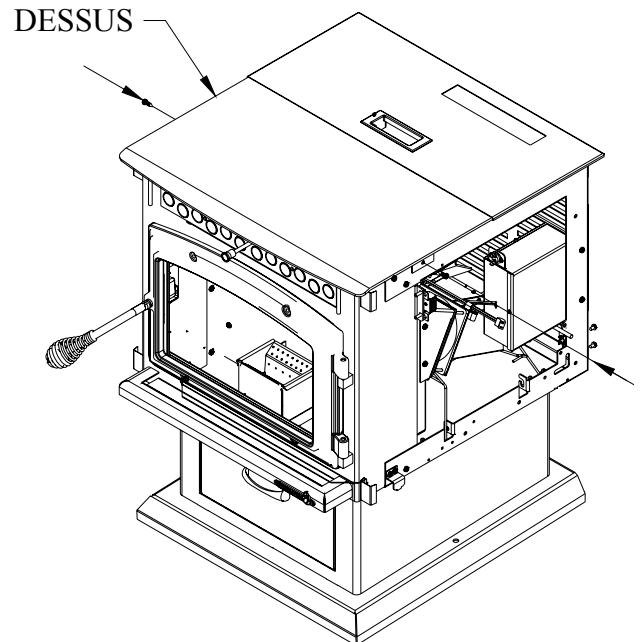

Figure 8
- 2- Fixer le dessus du poêle à l'aide des plaques de fixation de chaque côté.(Figure 8)